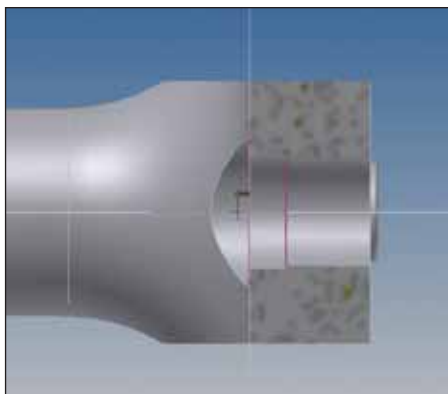

Рис. 54
71. В новом эскизе создать центр отверстия с помощью инструмента *Точка/Центр*  (рис. 54).